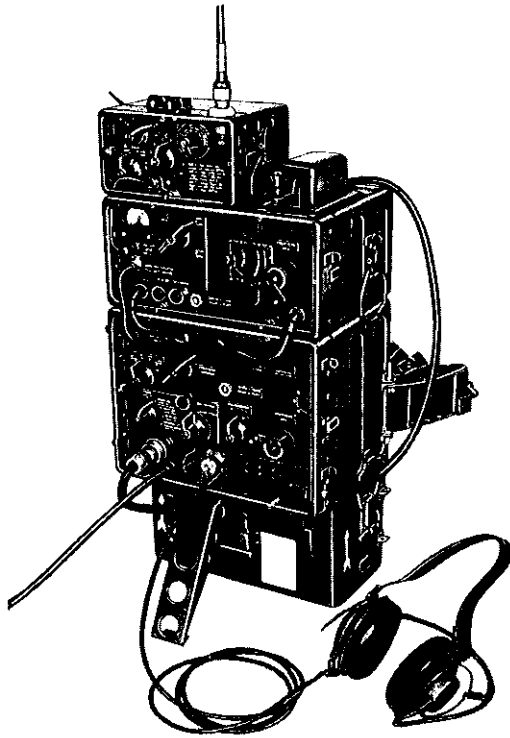

Bild 17. Stationen upprättad för simplextrafik
1. Anslut mottagarens antennenhet till mottagaren (bild 17).